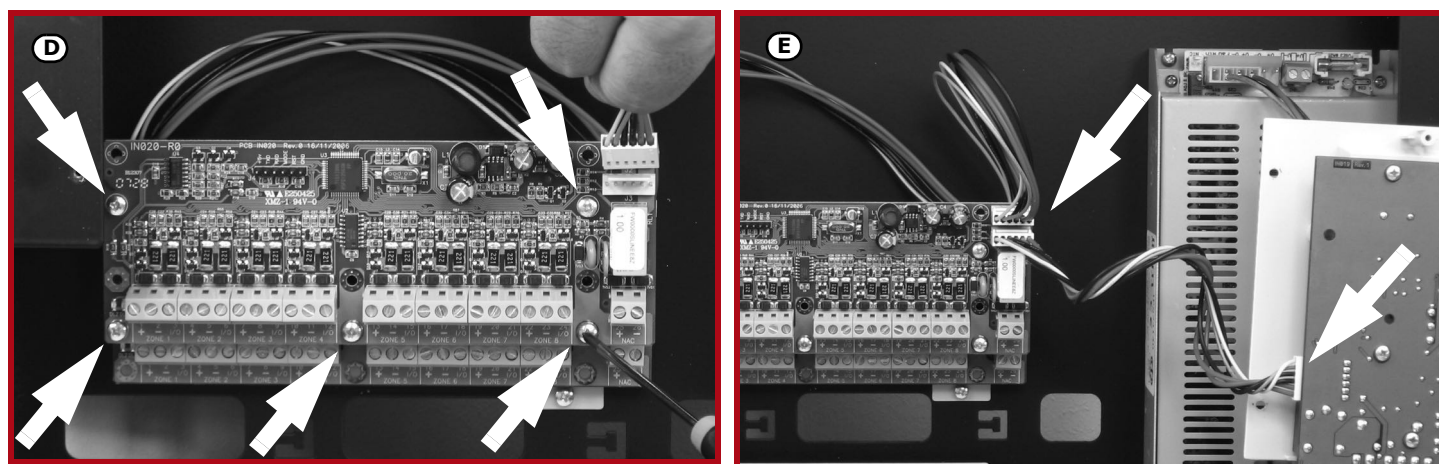

Figura 11 - Montaggio scheda espansione - 2
6. Fissare la seconda scheda di espansione sulle colonnine metalliche (Figura 11 - [D]).
8. Connettere la prima scheda con la centrale utilizzando il connettore apposito (Figura 11 - [E]).